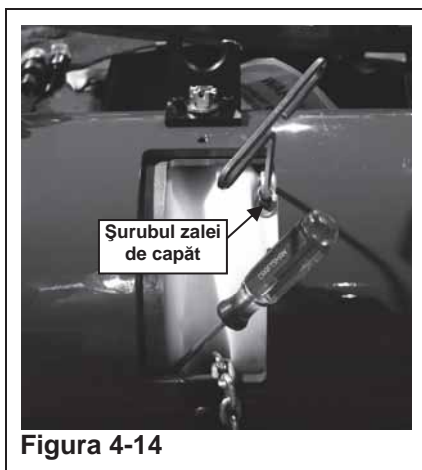

Figura 4-14
- Pas 8. Demontați șurubul zalei de capăt și șaiba de pe tambur și lanț. (Vezi Figura 4-14)
Pas 13. Montați la loc șurubul zalei de capăt 1/4-20 și șaiba în lanț și înfășurați și strângeți până când este fix. (Vezi Figura 4-14)